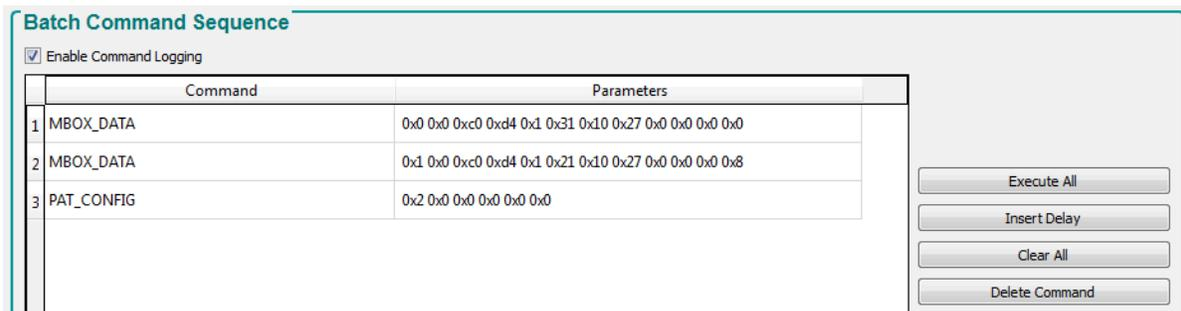
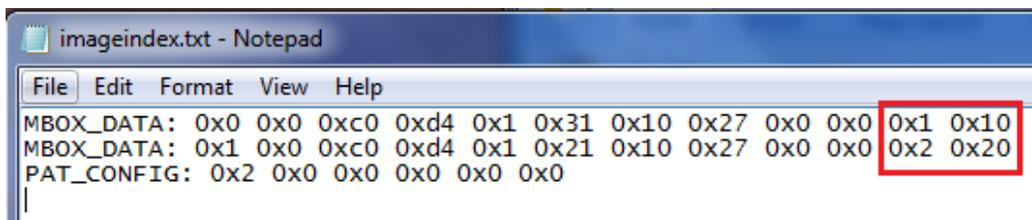

图 6-24. 图形 LUT 定义和配置
图 6-25. 更新索引和位位置
10. 图 6-24 显示了图案序列的 *Pattern LUT Definition* 和 *Configuration*。
16. 使用记事本或类似的编辑器打开并编辑步骤 11 中保存的批处理文件。该文件通常存储在 `C:\Texas Instruments-DLP\DLPC900REF-SW-5.2.0\DLPC900REF-GUI\Images and Batch files\` 文件夹中的 `LCR[DMD]_Images\` 文件夹内，具体取决于所使用的 DLPC900 DMD EVM。更改图像索引和位位置，如图 6-25 所示。有关图案 LUT 定义和配置命令的详细信息，请参阅 DLPC900 编程人员指南 (DLPU018)。
17. 图 6-25 显示了两种图案图像的图像索引和位位置，其中的值与图 6-24 中的值相比发生了变化。点击 *Save* 保存新的批处理文件。